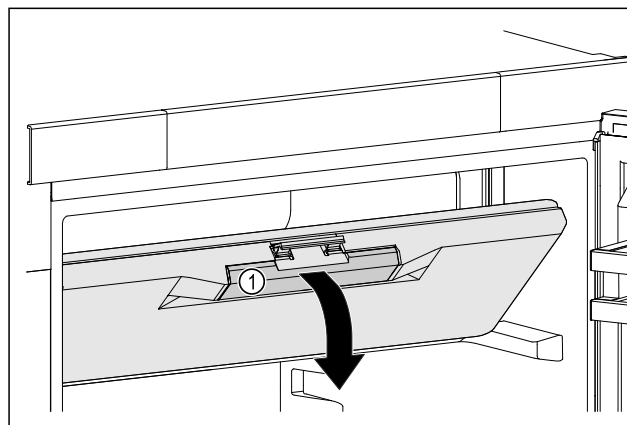

Fig. 46
- Vriesvakdeur aan de verzonken grepen Fig. 46 (1) vastpakken.